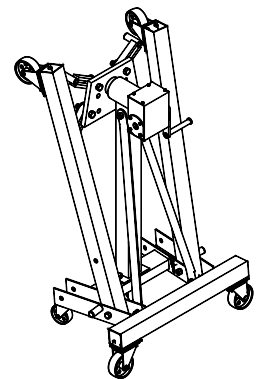

Figure 8 : Illustration d'assemblage du modèle 31256
4. Pour faire pivoter le moteur, libérez lentement et avec précaution le mécanisme de verrouillage. Utilisez le levier du support pour faire pivoter le moteur, puis verrouillez de nouveau le mécanisme de rotation (voir figures 1 et 2). Pour le modèle 31256, actionnez lentement et avec précaution la manivelle (voir figure 8).